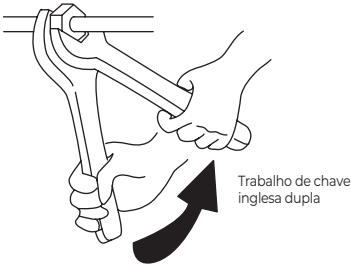

Fig. 4.2. Trabalho do Aperto da Porca de Alargamento
2. **Conforme mostrado na Fig. 4.2**, aparafuse as porcas com 2 chaves.